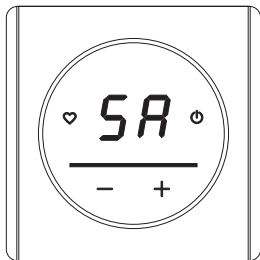

Рис.10
6. Активировать на терморегуляторе режим EZ Config путем одновременного нажатия и удержания кнопок  и «+» на терморегуляторе в течении 3 секунд. На экране дисплея появятся символы «SA», подтверждающие включении этого режима и начнет мигать красным кнопка «» с интервалом 0.5 секунд (рис. 10).